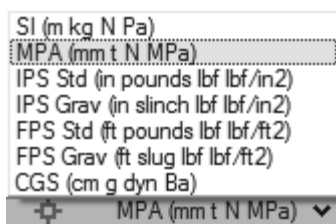

图 7-3
6) 确保应用程序右下角的单位系统选择器已设置为 MPA (mm t N MPa), 如图 7-3 所示。